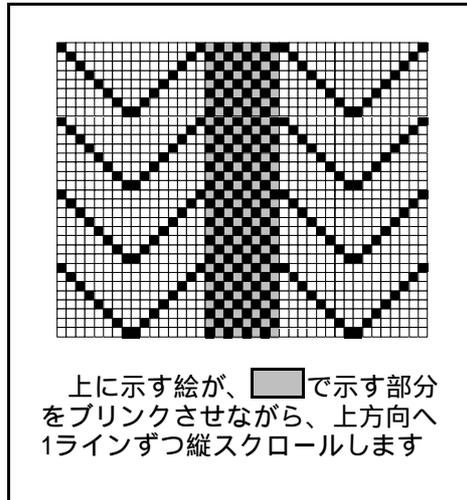

図1 本タスク例におけるLCD表示例
- (1) ドットマトリックスLCDコントローラ機能を使用して、液晶表示を行いません。
- (2) 本タスク例では40×32のドットマトリックスLCDを使用します。
- (3) 表示モードはグラフィック表示モードで、1/5パイアス、1/32デューティによる表示を行います。
- (4) スクロール、およびプリンキングの制御を行います。
- (5) 本タスク例における液晶表示例を図1に示します。